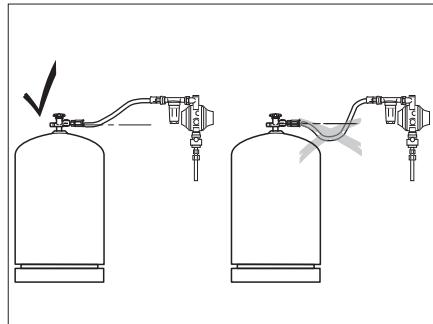

Fig. 249 Colocar la manguera de alta presión
- ▷ Al tender la manguera de alta presión, asegurarse de que la manguera se eleve de manera constante (Fig. 249).